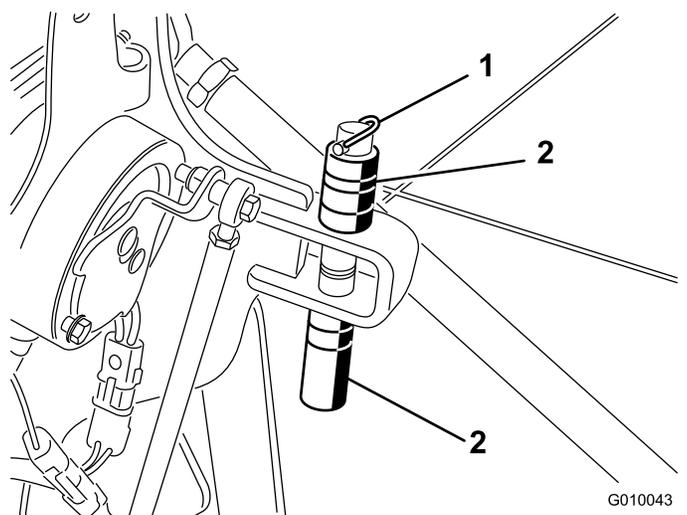

Рисунок 28
2. Снимите шплинт, который удерживает проставки и пальцы фиксации глубины аэрации (Рисунок 28).